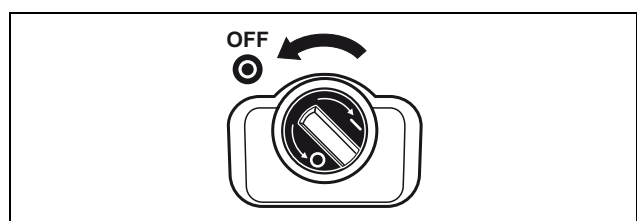

Abbildung 52: DC-Lasttrennschalter OFF
- Drehen Sie den DC-Lasttrennschalter auf OFF (Abbildung 52) bzw. schalten Sie über die externe DC-Trennstelle den Solargenerator ab.